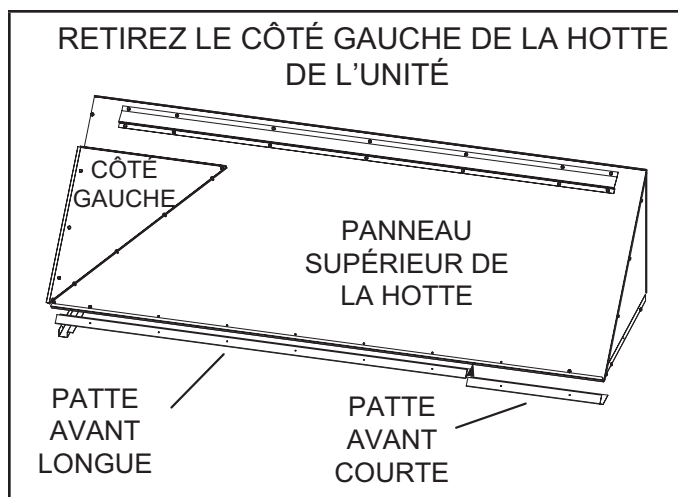
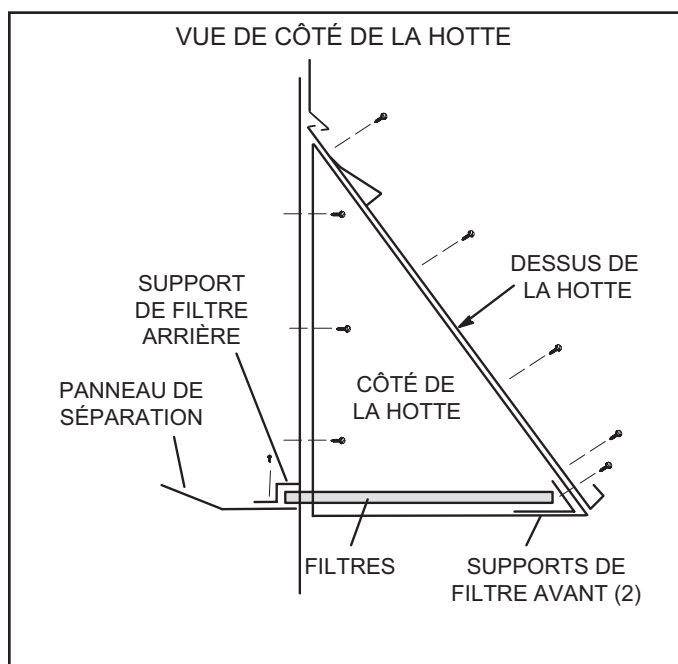

FIGURE 13
FIGURE 14
- 6 - Installez le support du filtre arrière sur le panneau de division de l'unité comme indiqué à la FIGURE 14.
- 8 - Installez le support de filtre avant plus long sur le dessus de la hotte, comme indiqué à la FIGURE 13 et à la FIGURE 14. Insérez les quatre filtres.